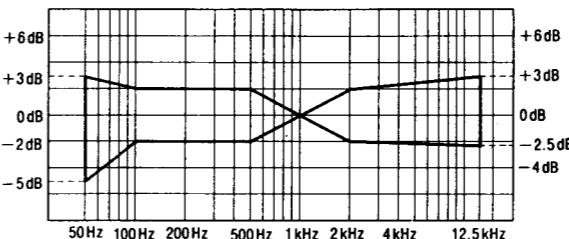

Abb. 8
4. Das in Schritt 3 aufgezeichnete Signal wiedergeben und prüfen, ob der Pegel jeder Ausgangsfrequenz im Bereich liegt, der in Abb. 8 im Vergleich zur Referenzfrequenz (1kHz) gezeigt wird.